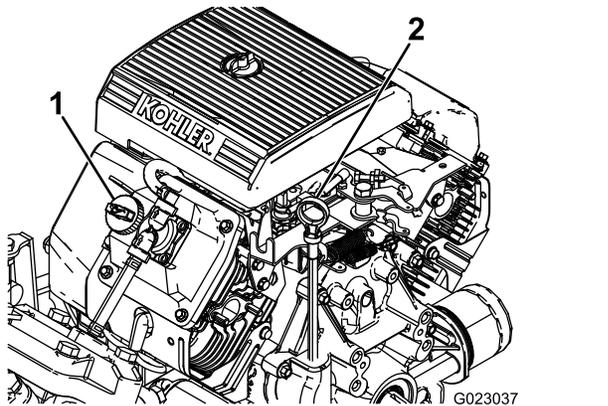

Figura 11
2. Togliete l'asta di livello ed asciugatela con un panno pulito (Figura 11).
4. Se l'olio è insufficiente, togliete il tappo di rifornimento dal coprivalvola (Figura 11) e versate l'olio nel foro finché non raggiunge il segno di PIENO sull'asta; il tipo di olio e la viscosità adatti sono riportati nella sezione Cambio dell'olio motore (pagina 47).